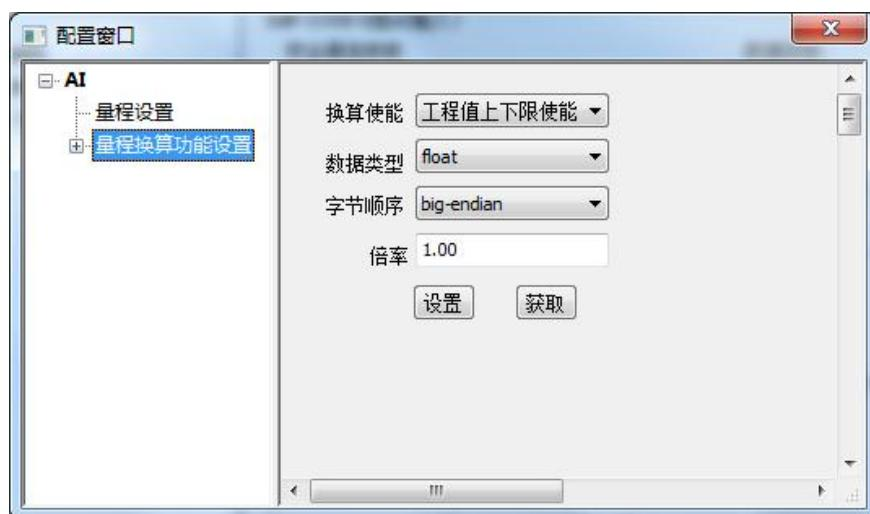

图 9
- (2) 选择量程换算功能设置如图 9，打开“工程值上下限使能”，根据传输数据的大小选择“数据类型”，例程中传输的最大数值为 100，选择浮点数显示输出，选则 float 类型（数据大小和类型见表 4），“字节顺序”，是调整传输数据的大小端类型（没有要求默认大端模式），“倍率系数”可调整传输数据的输出倍率，方便用户数据灵活转换（例：整型数据传输，但需要 2 位小数，可将倍率系数设为 100，数据传输出后再将数据除 100 进行处理，float 类型同理）。